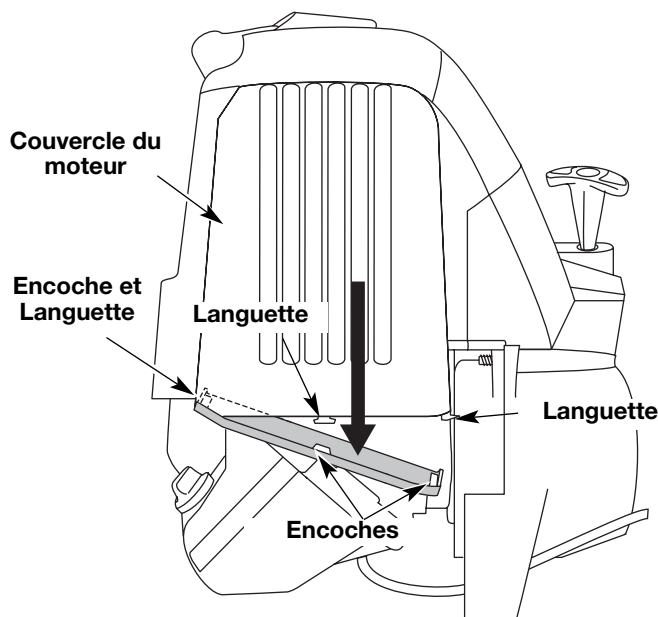

Figure 36
1. Retirez le couvercle du silencieux en appuyant sur le coin à l'aide d'un tournevis à lame plate (Fig. 36). Glissez les encoches sur les côtés du couvercle par-dessus les languettes du couvercle du moteur et retirez le couvercle.
13. Remplacez le couvercle du silencieux. Glissez avec un déclic les encoches sur les côtés du couvercle par-dessus les languettes du couvercle du moteur (Fig. 36).